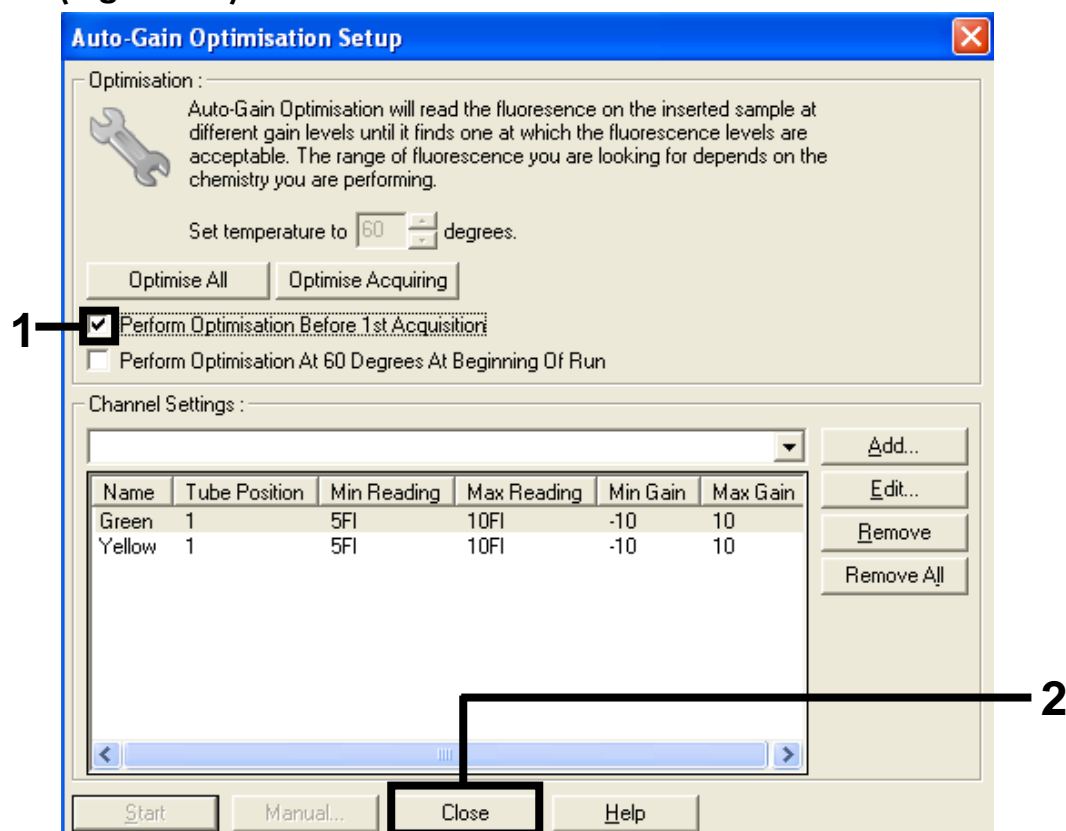

Figura 12. Selezione dei canali verde e giallo.
15. Selezionare la casella “Perform Optimisation before 1st Acquisition” (Esegui acquisizione prima della 1a acquisizione), quindi fare clic sul pulsante “Close” (Chiudi) per tornare alla creazione guidata (Figura 12).